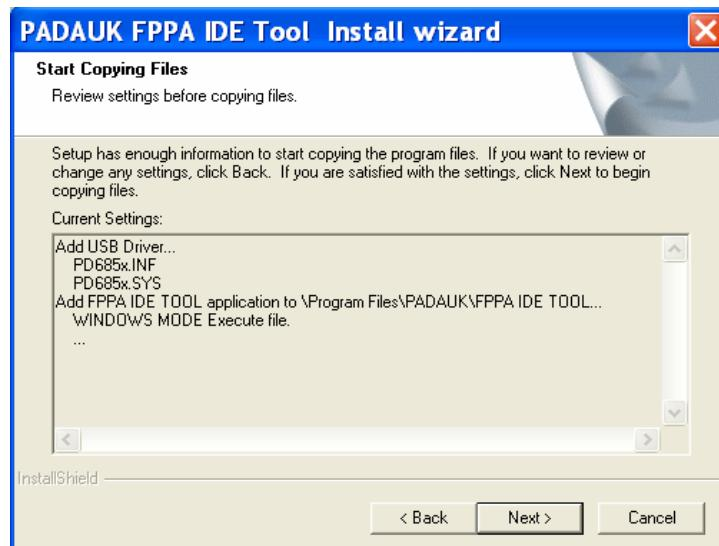

Fig.3-4 : Installation Setting
Step 4 : Choose 【accept】 , then click 【Next】 , the window is shown as Fig.3-4。